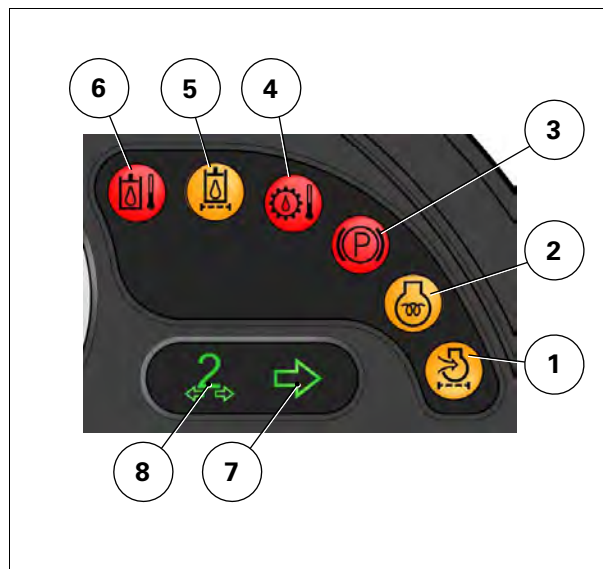

Рис. 5.
- (4) Панель световых индикаторов тормозной системы прицепа/вспомогательного гидравлического оборудования/температуры двигателя/системы охлаждения рис. 5.
- (5) Подсветка левого указателя поворота и указателя поворота 1^{-го} прицепа.
- (6) Подсветка правого указателя поворота и указателя на 2^{-м} прицепе.
- (7) Температура охлаждающей жидкости двигателя
- (8) Топлиномер для дополнительного бака (мочевина только для двигателей SCR и индикатор зарядки аккумуляторной батареи).
- (9) Контрольный дисплей уровня давления моторного масла и проверки давления в системе пневматических тормозов.
- (10) Топлиномер для дополнительного бака (дизель).
- (11) Цифровой контрольный дисплей первичных функций, передачи переднего и заднего хода, индикации MOM/частоты вращения двигателя/активированного диапазона передаточных чисел трансмиссии.